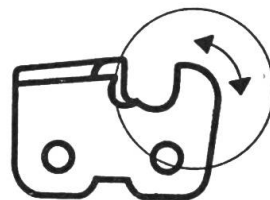

Fig. 14
Fig. 14: Typischer Verschleiss an der Unterkante des Schneidzahn und des gegenüberliegenden Verbindungsgliedes, verursacht durch: Stumpf gefeilte Kette zu straff gespannt, zu hoher Tiefenbegrenzer und beträchtlicher Druck auf das Schwert.
- 2.3.7 Bekanntlich verkürzt sich der Schaufelzahn nach hinten. Bei ca. $\frac{1}{3}$ verbleibender Zahnlänge wird vorteilhaft eine um ca. 0,8 mm dünnere Feile verwendet. Dadurch kann die Kette bis zum Schluss korrekt und ohne anfeilen der Nieten geschärft werden (Fig. 14).